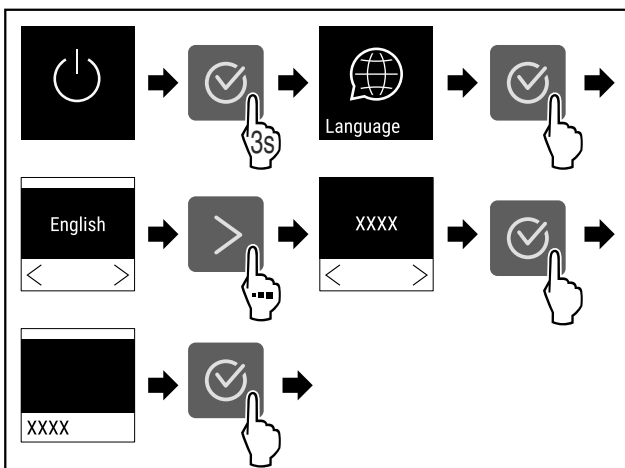

Fig. 55
- ▶ Провести етапи операцій (див. Fig. 55).